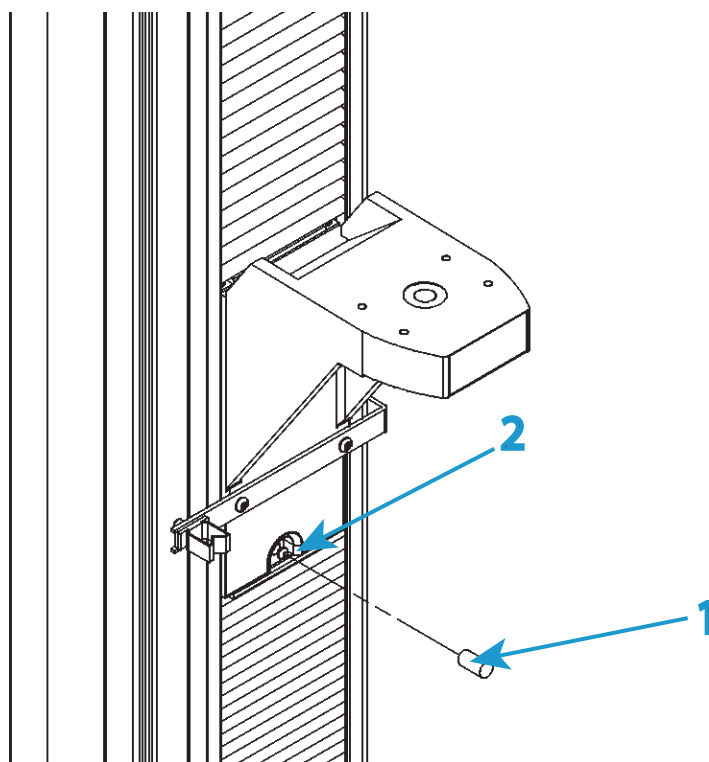
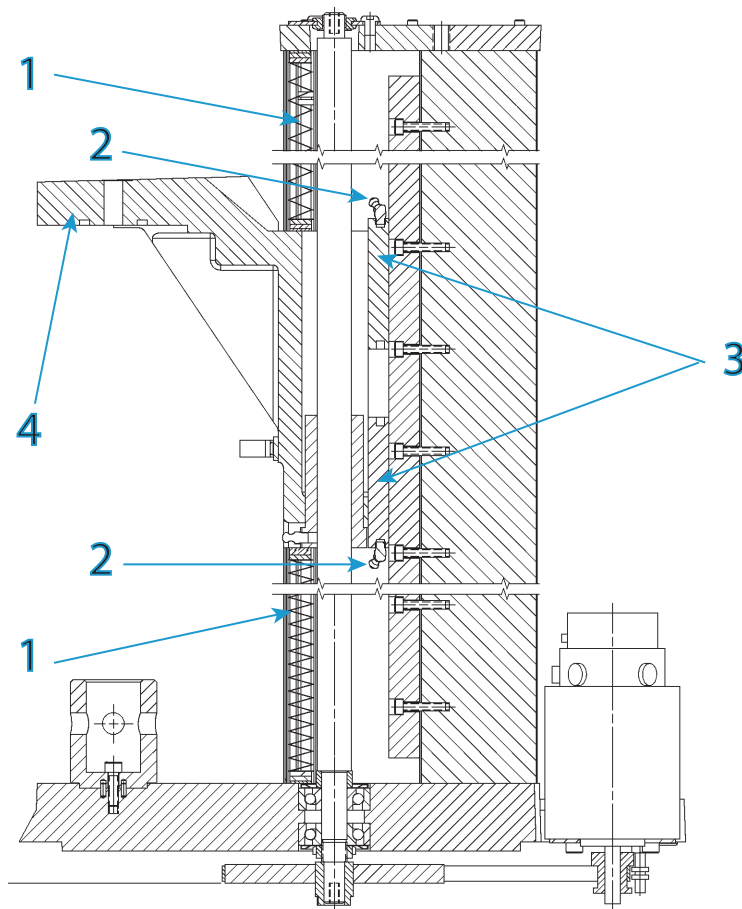

Figura 24. Lubrificazione dei dadi
Figura 25. Lubrificazione carrelli guida lineari
Questa procedura si applica al modello 34SC-5, consultare Figura 24 a pagina 128 e Figura 25 a pagina 129.
Legenda per Figura 24
Legenda per Figura 25
1. Accertarsi che l'interruttore di alimentazione sia in posizione Off (0) e scollegare il cavo dall'alimentazione. Verificare che nessun LED sia illuminato sul pannello di controllo del telaio.
6. Scollegare i coperchi delle viti a ricircolo di sfere dalla traversa e farli scorrere dalla traversa. Vedere la Figura 25 a pagina 129 per individuare l'ingrassatore su ogni carrello.